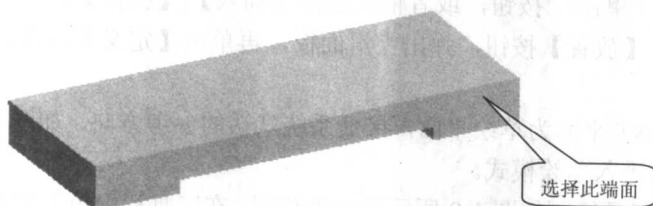
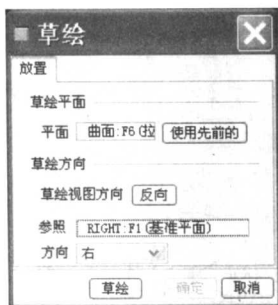

图 1-11 选择草绘平面
图 1-12 【草绘】对话框
(1) 在工具栏中单击  按钮, 或者选择【插入】|【拉伸】命令, 弹出拉伸属性面板, 在面板中单击【放置】按钮, 弹出上滑面板, 再单击【定义】按钮, 弹出【草绘】对话框。
(2) 选取刚生成的底座的一端为草绘平面, 如图 1-11 所示。选取参照平面为 RIGHT 平面, 参照方向为【右】, 接着单击【草绘】按钮进入草绘模式, 如图 1-12 所示。